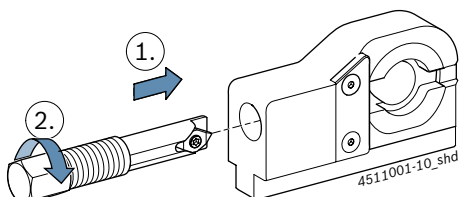

Fig. 11: Fixarea arborelui principal al strungului
4. Împingeți spre interior arborele principal al strungului, conform Fig. 11, în unealta de demontare și rotiți-l în filet.